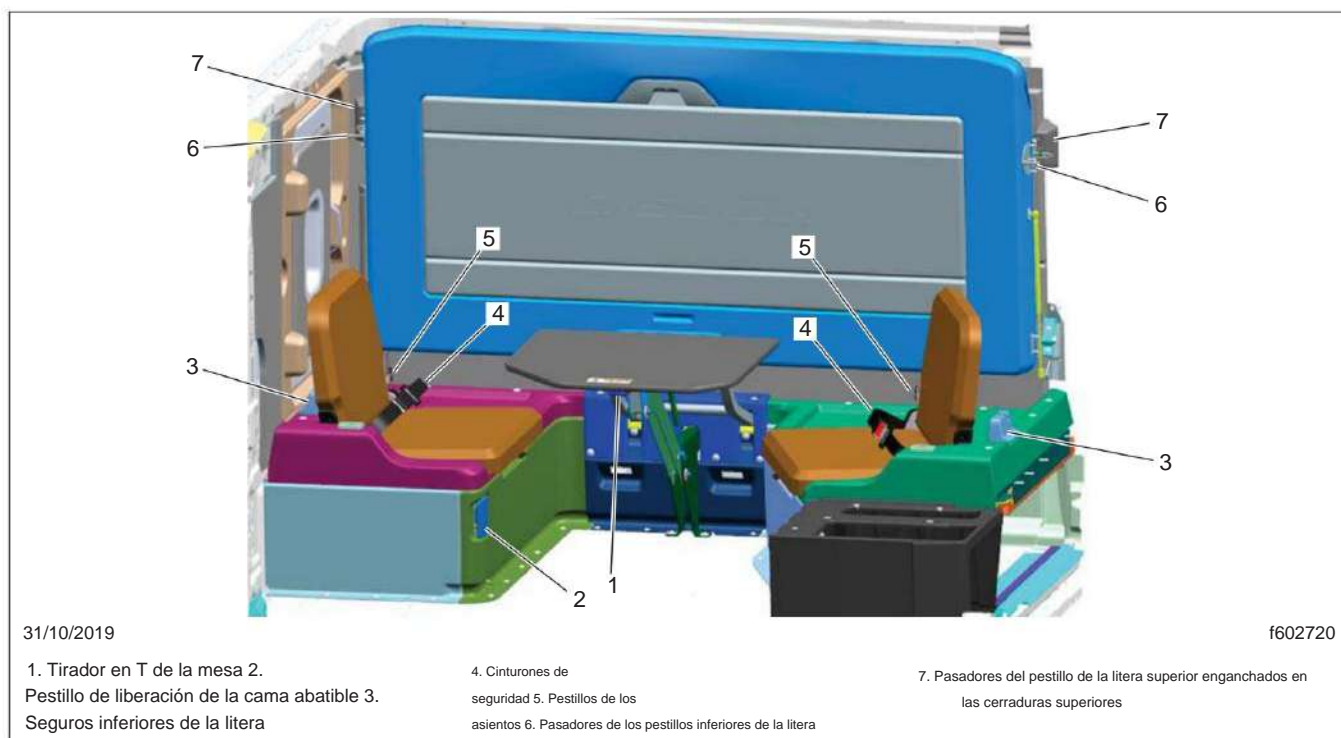

Fig. 10.4, Cama abatible con tumbona
La instalación de la cama abatible (ver Fig. 10.4) consta de los siguientes pasos.
3. Jale el pestillo de liberación de la cama hasta que sienta que se libera la tensión. Ver ítem 2 en la Fig. 10.4.
La instalación de la sala de estar consta de los siguientes pasos: 1. Jale el pestillo de liberación de la cama hasta que sienta que se suelta. Ver ítem 2 en la Fig. 10.4.